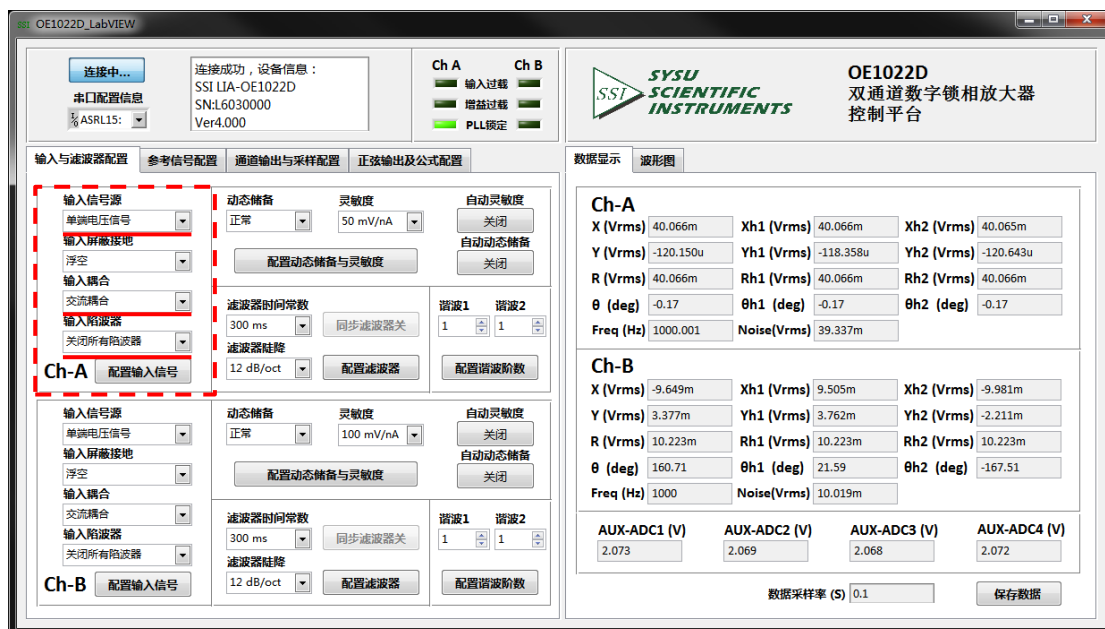

图74. 输入信号配置图
①首先根据表 14，在输入信号配置中选择输入信号类型、输入耦合方式和是否开启陷波器，其它选项默认，如下图 74 所示，最后需要点击“配置输入信号”，以完成输入信号的配置：